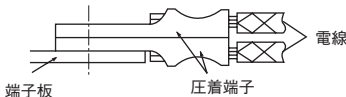

図 2
- (注7) 各端子とも圧着端子を2個接続できます。(図2をご参照ください。)